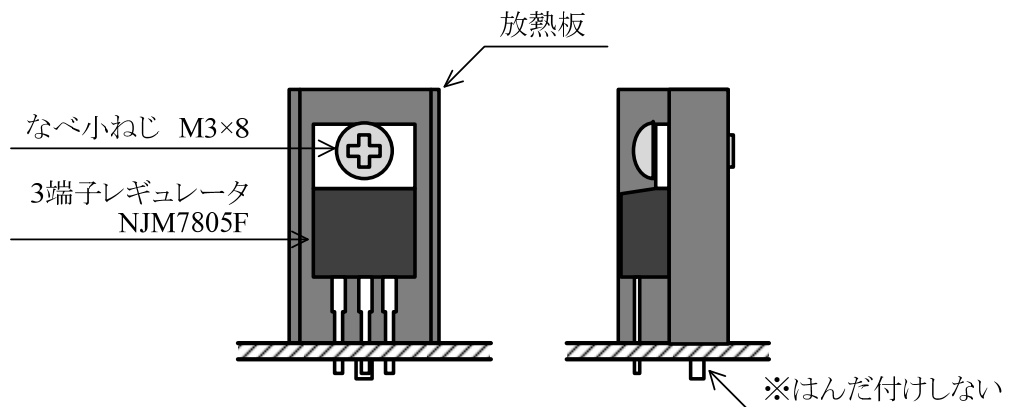

図 4.3 3 端子レギュレータと放熱板の取付け状態
イ) 5V 出力 3端子レギュレータ IC101 は、図4.3のように放熱板 H101 にねじ止めする。放熱板は基板から浮かないように取付け、放熱板のピンは、はんだ付けをしない。
- ① VR101 を調整し、LCD101 のコントラストを調整する。
- ② イヤホンまたはスピーカーから、音が出力されることを確認する^{※2}。
- ③ SW103 または SW104 を押すごとに、TP102 または TP103 に出力される信号の周波数、イヤホンから出力される音の高さ、および LCD101 の周波数表示が変化することを確認する。
- ④ SW105 または SW106 を押すごとに、TP102 または TP103 に出力される信号の振幅、イヤホンから出力される音の大きさ、および LCD101 の音量表示が変化することを確認する。
- ⑤ 3 つの周波数 $f_a \sim f_c$ に対応する LED バー (LED101～LED103) が、図 4.3 に示す最大レベルを表示するように VR201～VR203 を調整する。
- ⑥ 周波数 f_d の信号を出力し、図 4.3 のように LED104 が点灯することを確認する^{※3}。
- ⑦ 上記⑤、⑥において、LED バーの LED がすべて点灯しない場合は、ボリュームをあげて (SW6 を押して)、点灯することを確認する。
- ⑧ 調整チェックシート (別添) に、周波数 $f_a \sim f_d$ におけるレベルメータの点灯 LED の位置をマークする。
- (5) 電子機器「MP3 プレーヤー」の動作確認